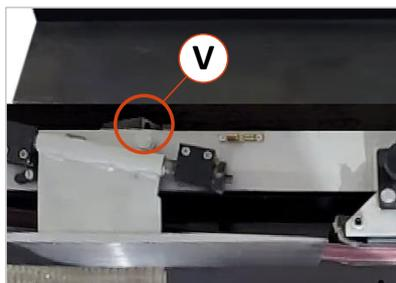
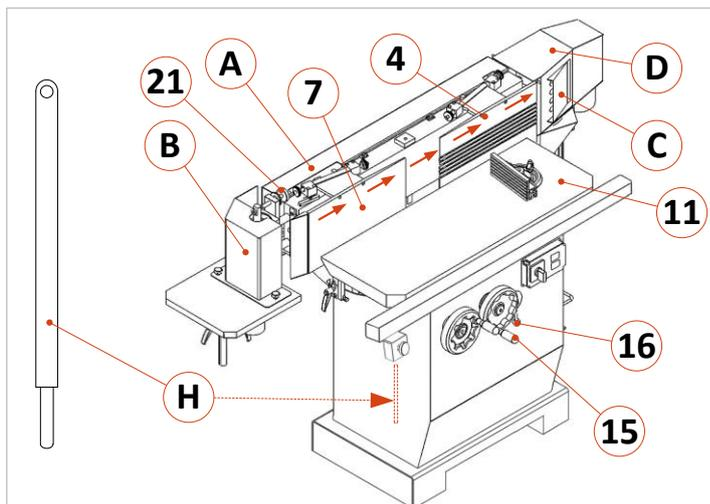

Abbildung 15: Hebel-Aufnahme von oben
Abbildung 17: Schleifband montieren, spannen und auswechseln
Um das Schleifband montieren, spannen oder auswechseln zu können, wird der Spannhebel (H) benötigt, der auf der linken Seite der Maschine hängt (siehe ⇒ Abbildung 17).
- Entfernen Sie die Schleifbandabdeckungen (A), (B), (C) und (D).
- Nehmen Sie den Spannhebel (H) und führen ihn die Aufnahme (V) ein, die sich auf der Hinterseite befindet (siehe ⇒ Abbildung 15).
- Lösen Sie die Schleifbandspannung, indem Sie den Spannhebel (H) nach links schwenken.
- Öffnen Sie den Klemmhebel (16) und kurbeln Sie den Arbeitstisch (11) via Handrad (15) so weit herunter, dass die beiden Furnieranschlüge (7) und (4) geöffnet werden können.
- Öffnen Sie die beiden Furnieranschlüge (7) und (4), so dass sie in der oberen Position automatisch über die entsprechenden Sperrfedern (S) einrasten.
- Dann legen Sie das neue Schleifband ein. **Wichtig:** Achten Sie auf die korrekte Laufrichtung (siehe Pfeilrichtung in ⇒ Abbildung 17) → Die Laufrichtung wird auf der Schleifband-Rückseite mit Pfeilen signalisiert.